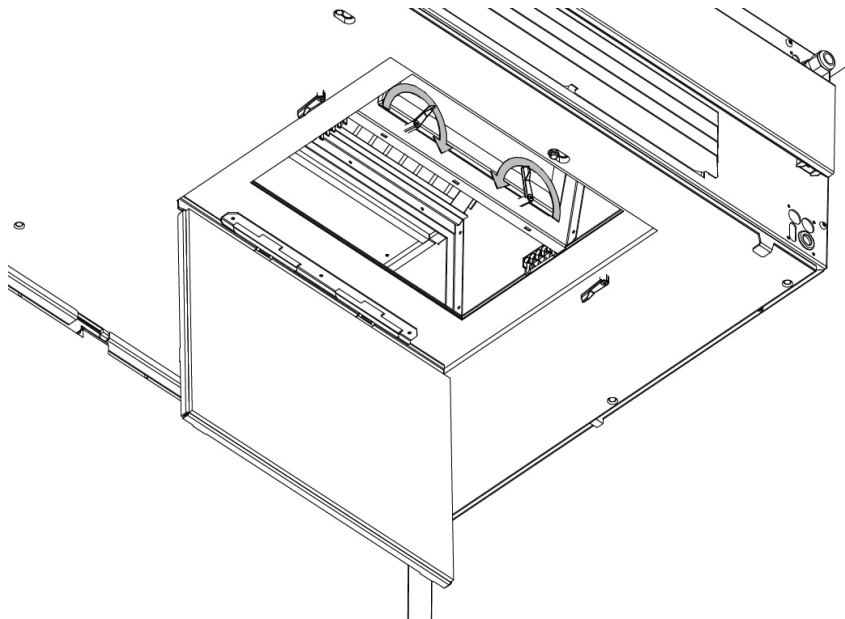

Abbildung 10: Öffnen der Scharniere, die den Grobfilter halten
3. Öffnen Sie die Scharniere, die den Grobfilter in Position halten, siehe Abbildung 10 unten.